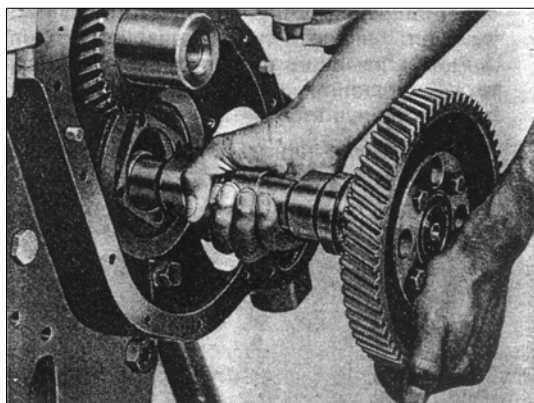
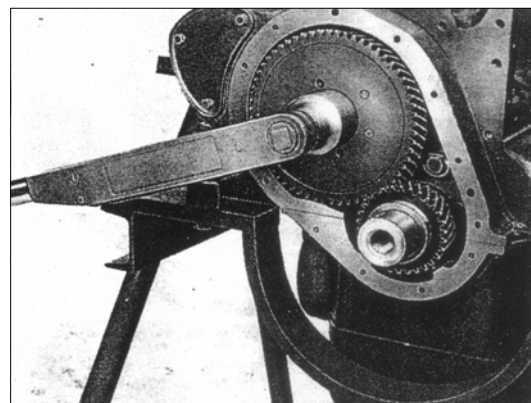

РИС. 96
РИС. 97
11. Снимите распределительный вал с шестерней с двигателя (рис. 96). Там, где регулятор момента впрыска топлива вмонтирован в распределительный вал, следует сначала снять регулятор момента впрыска топлива, чтобы получить доступ к болтам, удерживающим упорную шайбу на блоке цилиндра (рис. 97).